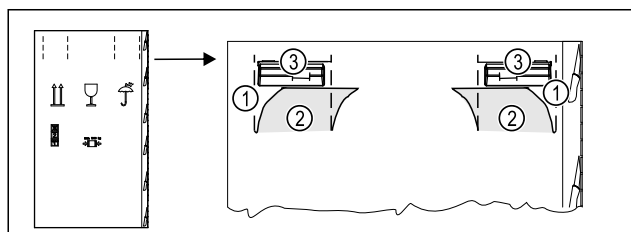

Fig. 5
- Comprimer il cartone di imballaggio in alto sulla perforazione Fig. 5 (1).
- Estrarre le linguette compresse Fig. 5 (2).
- La maniglia di trasporto Fig. 5 (3) a destra e a sinistra è visibile.
- Tenere l'apparecchio dalle maniglie di trasporto Fig. 5 (3).